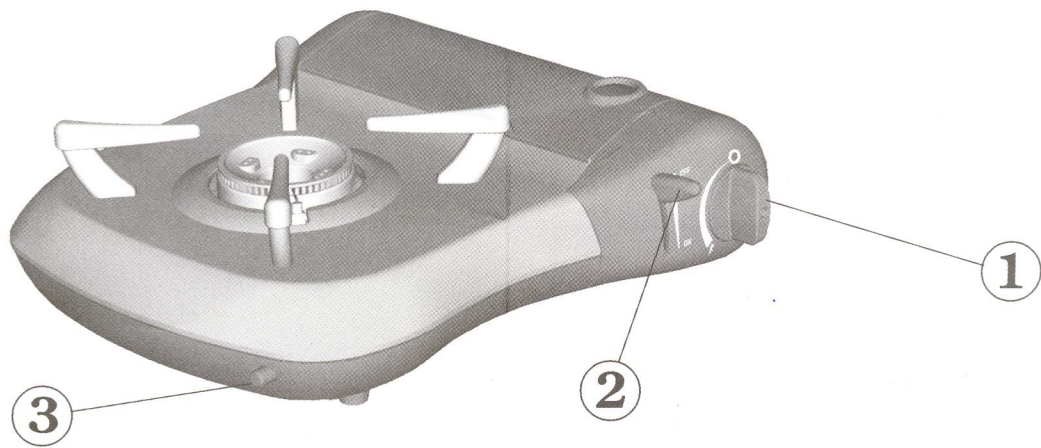

fig. 1
- Vérifiez que le levier (2) est en position "Off" (sinon la cartouche ne pourra pas être mise en place) et que le volant (1) du robinet de gaz est en position fermée (tourner dans le sens des aiguilles d'une montre jusqu'à la position (●)). (fig. 1)